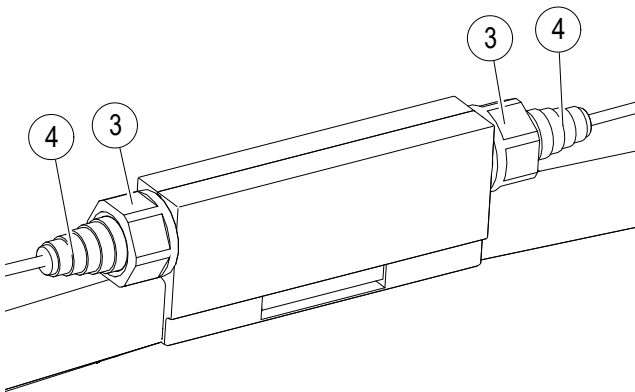

图 41: 螺纹管节和护线套已安装
- 滑动护线套 (4)，安装螺纹管节 (3) 和护线套 (4) (见图图 41)。